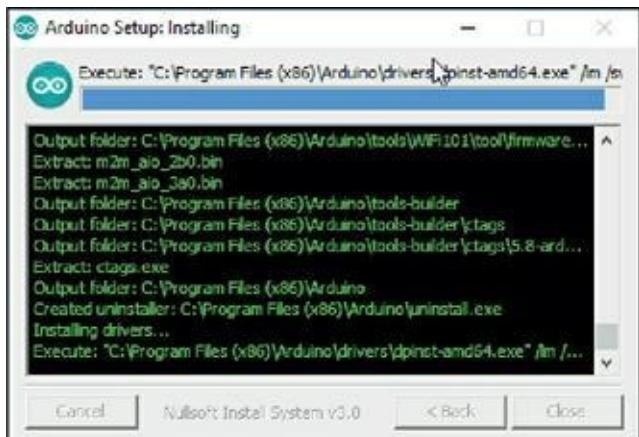

Figure 2.11 : Installation du pilote périphérique.
9. Clique le bouton **Install (Figure 2.11).**